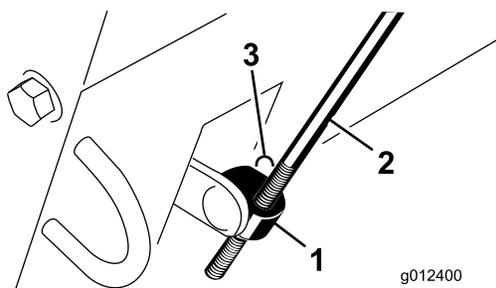

Figura 6
6. Inserite il supporto dell'asta nell'albero della leva a squadra del cambio e fissatelo con una rondella e una coppiglia a forcina (Figura 6).